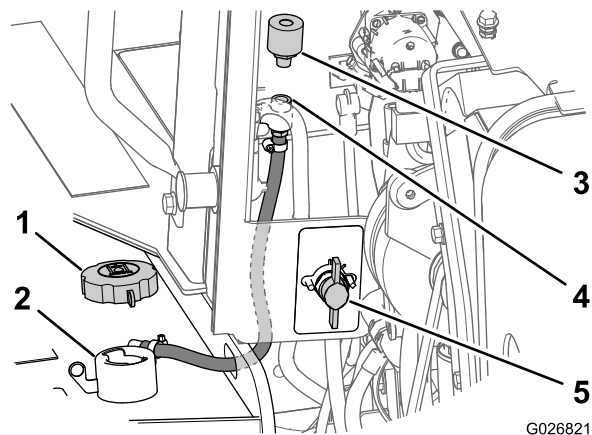

Bild 107
2. Drehen Sie den Schalter für das Abschalten der Batterie in die Aus-Stellung (Bild 107).
3. Entfernen Sie den Fülldeckel vom Füllstutzen des Behälters (Bild 107).
4. Drehen Sie den Entlüfter nach links und nehmen Sie ihn vorne an der Motorraumplatte von der Rohrkupplung ab (Bild 107).
5. Setzen Sie einen neuen Entlüfter in die Rohrkupplung ein und ziehen ihn mit der Hand an (Bild 107).